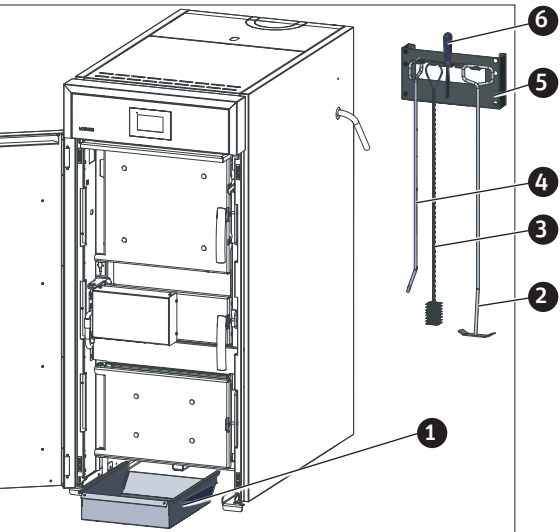

Fig. 55 Monter la console de suspension, tiroir à cendres sous la chaudière
- Monter la console de suspension avec la chemise d'instructions et les outils de nettoyage du local d'implantation/ de la chaufferie – Fig. 55.